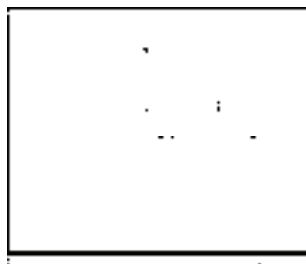

图 14-172 修剪线段
19) 修改剖面墙体。调用“直线”命令，绘制直线；调用“修剪”命令，修剪线段，结果如图 14-172 所示。